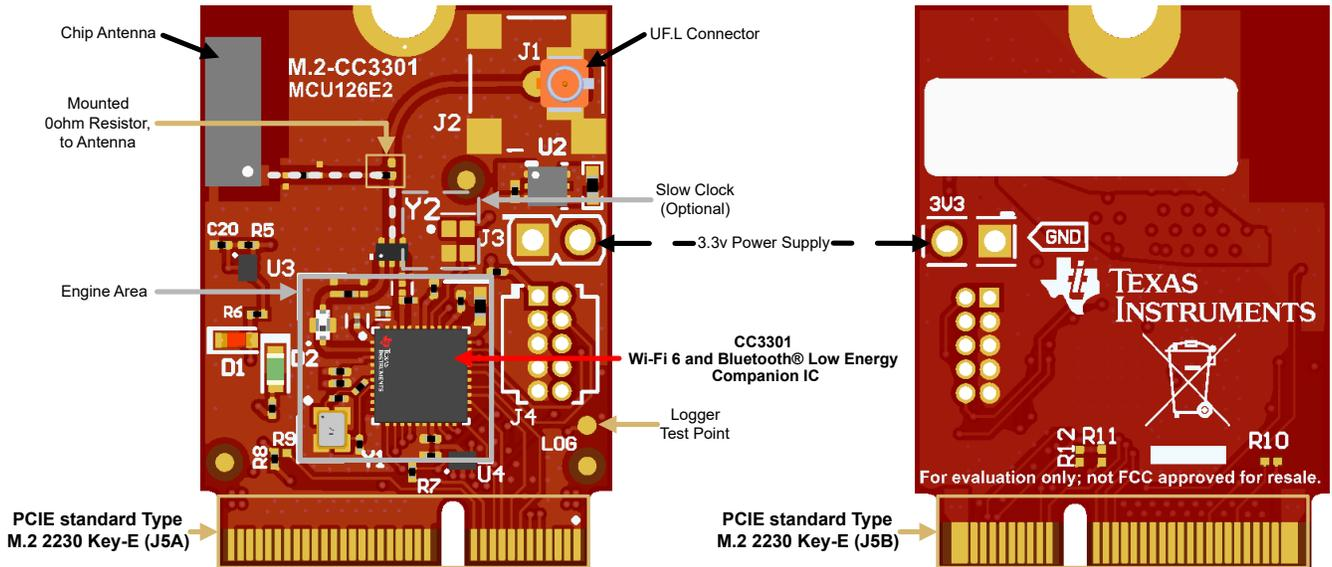
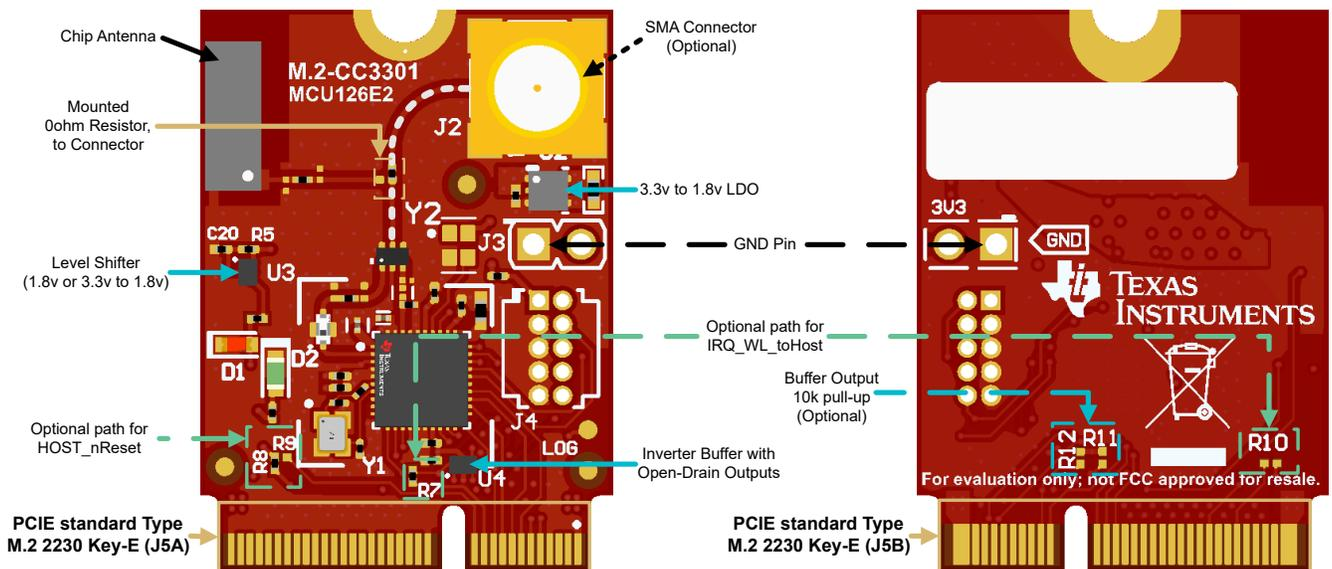

图 2-1. M2-CC3301 特性
图 2-2. M2-CC3301 的更多特性
- 安装的 0 欧姆电阻器可以交换到不同的位置以使用板载连接器 (J1/J2) 执行传导测试，默认配置允许使用板载芯片天线 (请参阅图 2-1)。或者，还提供板载 SMA 连接器 (J2) 的空间来替代板载 U.F.L 连接器 (J1)，从而使用兼容的同轴电缆执行传导测试测量 (请参阅图 2-2)。